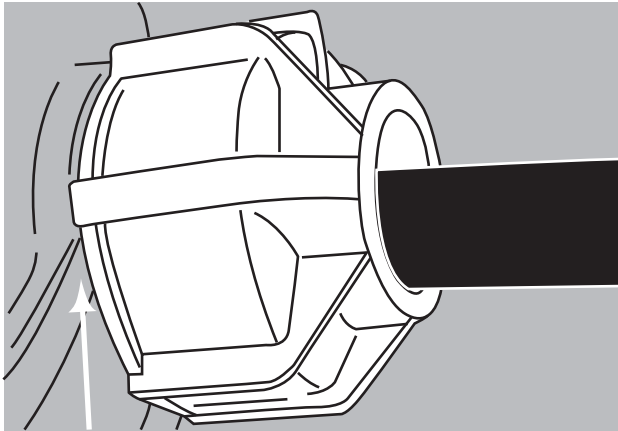

FIGURA 22
**Nota importante:** Para cables expreso ajuste utilizando el mismo procedimiento como se describe el la figura 22.
**22.** Ajuste alternando las tapas de los cables expresos 2-3 veces a la vez en cada lado hasta que las tapas están pegadas contra el disco y elemento de sellado central. (Figura 22)